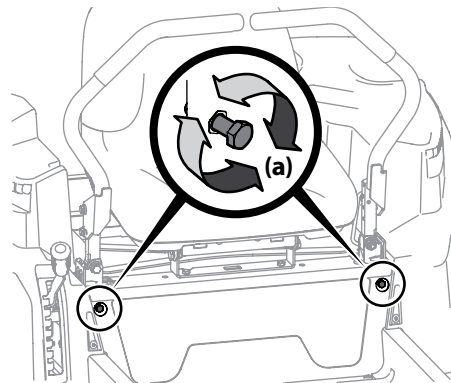

Figura 4-7
- Ubique los pernos de ajuste de detención de las palancas de control de la transmisión (a) que están en el frente del marco del asiento. Consulte la Figura 4-7.